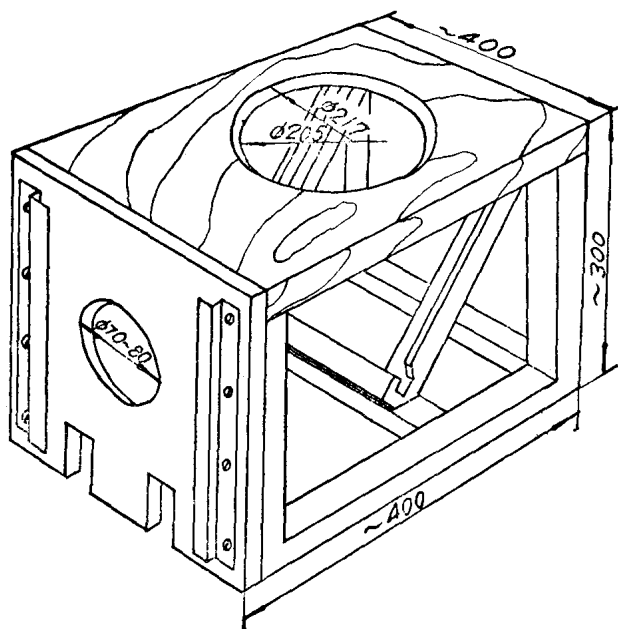

图 3
④ 聚光镜——直径 $8\frac{1}{2}''$ 300° 聚光镜。
⑤ 普通镜子——即一般生活用的平面镜子，规格应大于 200 × 200 毫米。
⑥ 聚光镜架——靠灯泡一面用石棉板隔热，中间挖一圆孔透光。面板可用木板，中间挖一圆孔(斜口)，安装聚光镜。为利于自然散热，其余四面可空着。架子可用木材，也可用小角铁。普通镜子的架子可用木条制作。在石棉板的左右两端可用白铁皮制两条槽子，以安装光源罩壳。(见图 3)